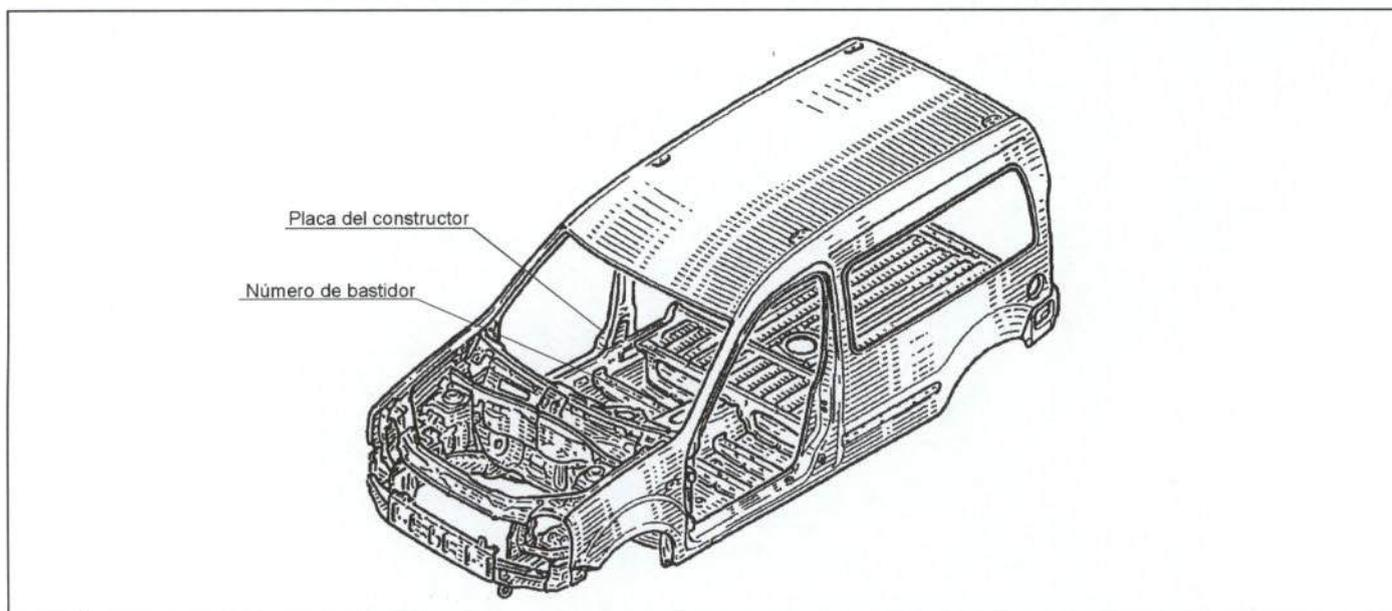

Figura 1.- Situación de la placa de identificación del vehículo y número de bastidor
Las características que identifican al vehículo se recogen, debidamente codificadas, en diversos puntos de la carrocería, como se refleja en la figura 1.
- **El número de bastidor** se encuentra troquelado en la travesa anterior del piso del habitáculo, debajo del asiento delantero derecho (figura 1).